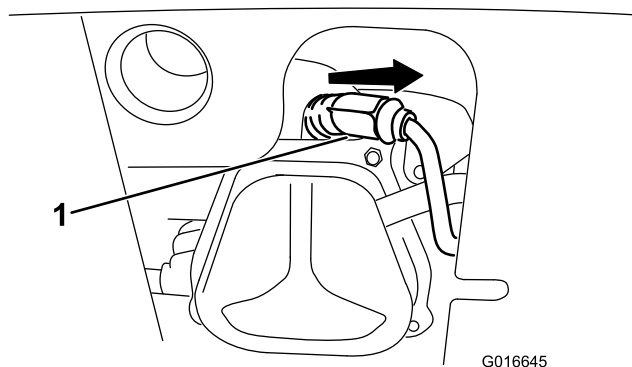

Figure 43
- Enlevez le capuchon (Figure 43).